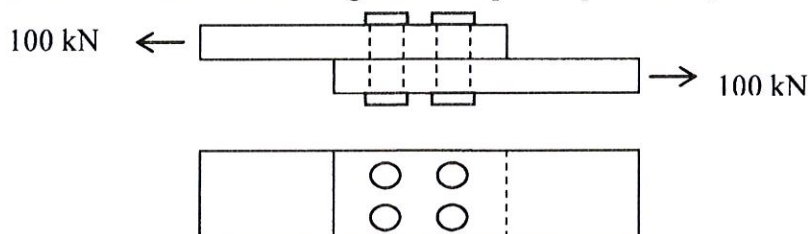

Figure A9 (Rajah A9)
Figure A9 shows two pieces of steel plate connected together by 4 bolts of 24mm diameter. Calculate the average shear stress in each bolt.
*Figure A9 menunjukkan dua keping plat keluli disambungkan dengan menggunakan 4 bolt berdiameter 24mm. Kirakan tegasan ricih purata pada setiap bolt.*